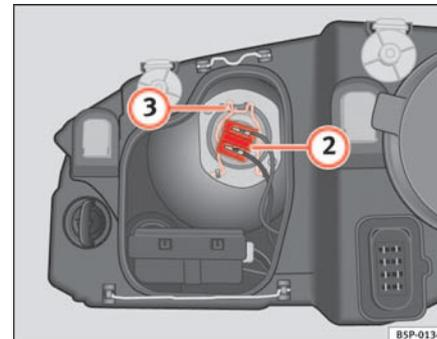

Fig. 182 Luz de cruce
- Extraiga el conector ⇒ página 265, fig. 182 ② de la lámpara.
- Desenganche el resorte retentor ⇒ página 265, fig. 182 ③ presionándolo hacia dentro y a la derecha.